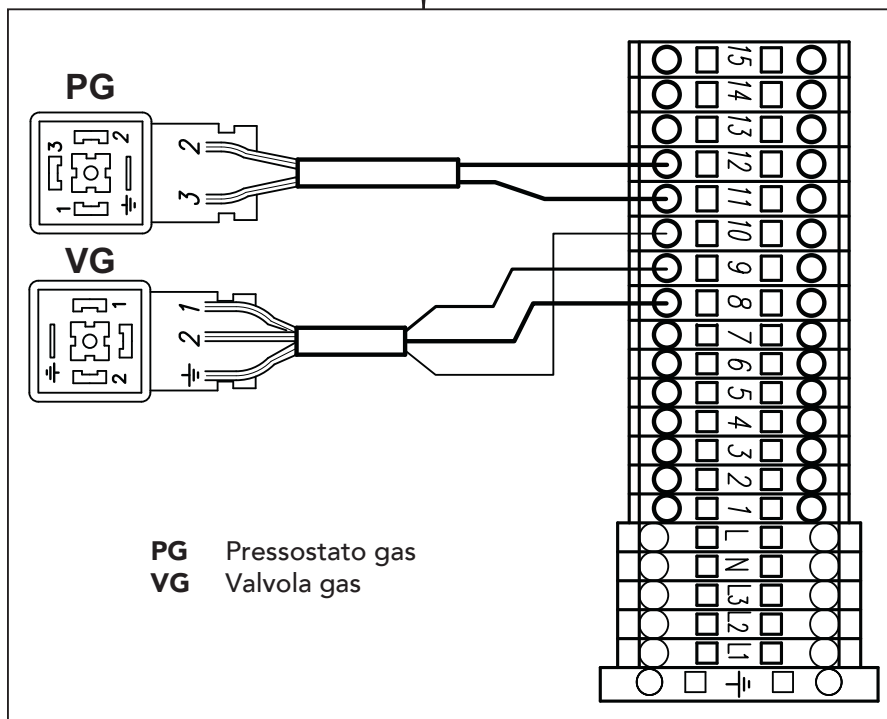

fig. 2g
- 6) Collegare i cavi del pressostato gas "PG" e della valvola gas "VG" come indicato nella fig. 2g.
Collegare il tubetto alla presa di pressione "P" della valvola gas (fig. 2g).